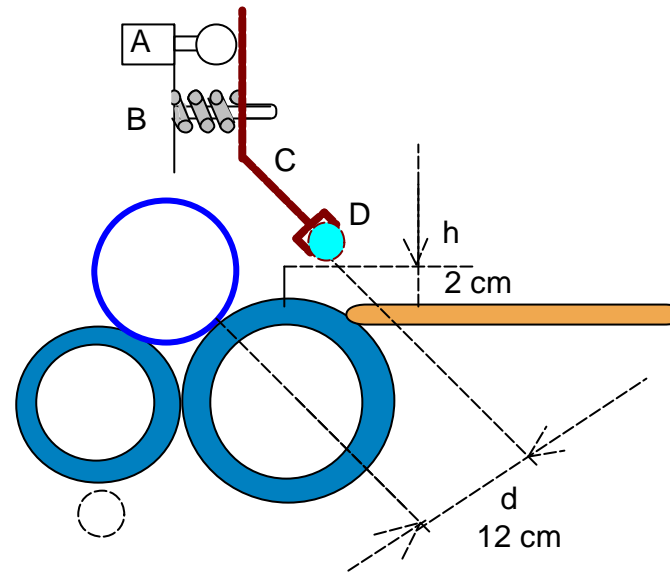

fig. 4
5.2. elementi mobili 5.2.1. organi di trasmissione 5.2.2. organi che partecipano alla lavorazione	<p>Devono essere protetti mediante:</p> <ul style="list-style-type: none"> • ripari e carter fissi, apribili con chiavi o attrezzi; • ripari mobili provvisti di dispositivo di sicurezza elettromeccanico, atto ad impedire la messa in funzione degli organi pericolosi con il riparo aperto, o evitarne l'apertura fino a che gli stessi organi sono in movimento. <p>La zona di imbocco della macchina deve essere provvista di dispositivi di sicurezza atti a proteggere gli organi che partecipano alla lavorazione. Tali dispositivi devono proteggere dai rischi di trascinalamento e intrappolamento delle mani nella zona di operazione dei cilindri ed evitarne lo schiacciamento nella fase di chiusura della macchina.</p> <p>Indicativamente un efficace dispositivo di sicurezza può essere realizzato sfruttando l'azione combinata delle seguenti protezioni (schema fig. 4):</p>